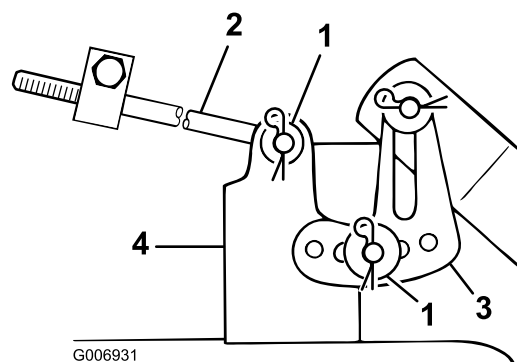

Figure 47
7. Enlevez la goupille fendue et la rondelle de l'une des pattes de mise à niveau (Figure 47).
8. Fixez la patte de mise à niveau dans un autre trou à l'aide de la rondelle et de la goupille fendue (Figure 47).